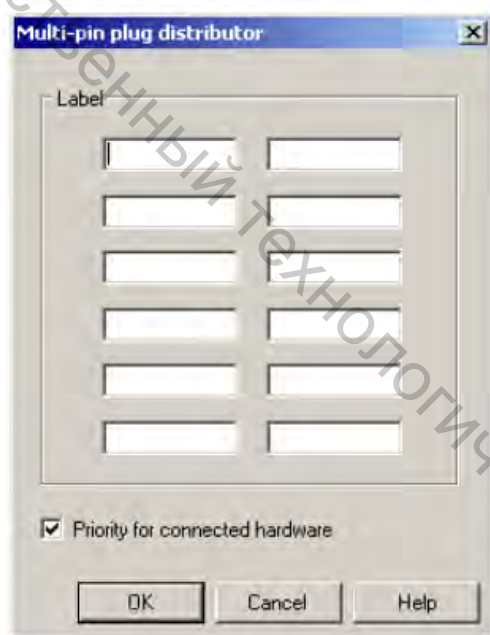

Рисунок 22 – Диалоговое окно для распределительной коробки (установки по умолчанию)
1.14. Маркеры для условного обозначения распределительной коробки с многоштырьковыми разъемами должны быть адаптированы. Для этого откройте условное обозначение, дважды щелкнув на нем мышкой (рис. 22). Затем измените маркеры согласно таблице 3. Маркеры должны согласовываться с маркерами на электрической и пневматической схемах. Тогда устанавливается связь между условным обозначением распределительной коробки с многоштырьковыми разъемами и станцией стекового накопителя. В этом случае, нет никакой разницы, как называются маркеры (1M1 является обычным обозначением в инженерной практике; маркер может также называться «левый электромагнит распределителя»). Единственно важной вещью является то, что для одних и тех же элементов в электрической и пневматической принципиальных схемах используются одинаковые маркеры, и чтобы эти элементы правильно подключались к гнездам распределительной коробки с многоштырьковыми разъемами.